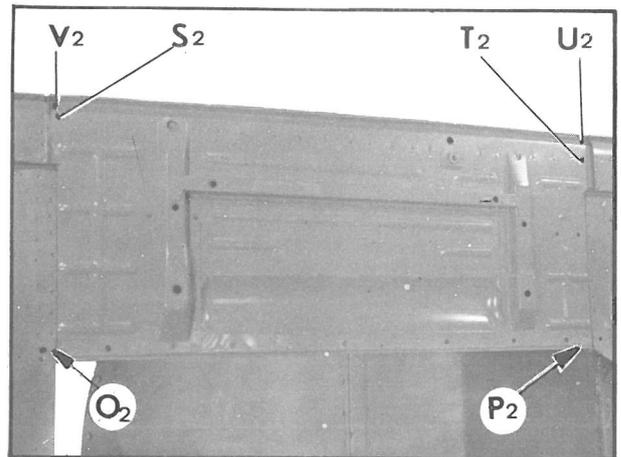

Fig. 15
en O₂ et P₂ (fig. 15 ou 16)
- en U₂ V₂ (fig. 15)
- en S₂ T₂ (fig. 15)